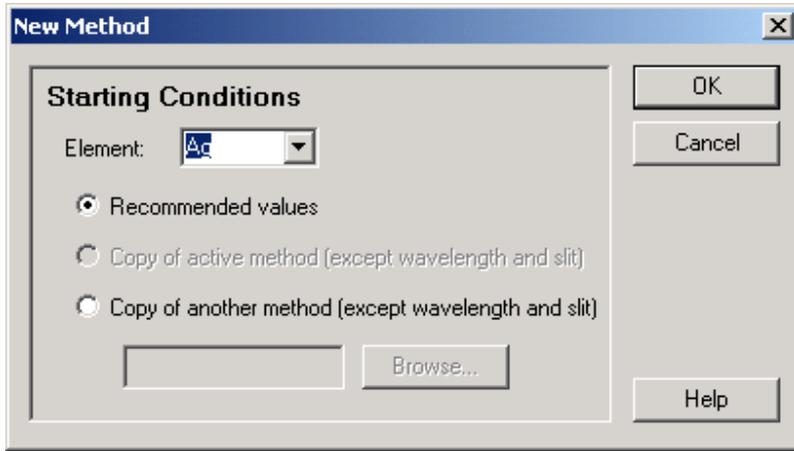

图 25: 方法元素选择对话框
2.2.1 选击下拉式菜单 File→New→Method, 屏幕上出现对话框如下图 25: